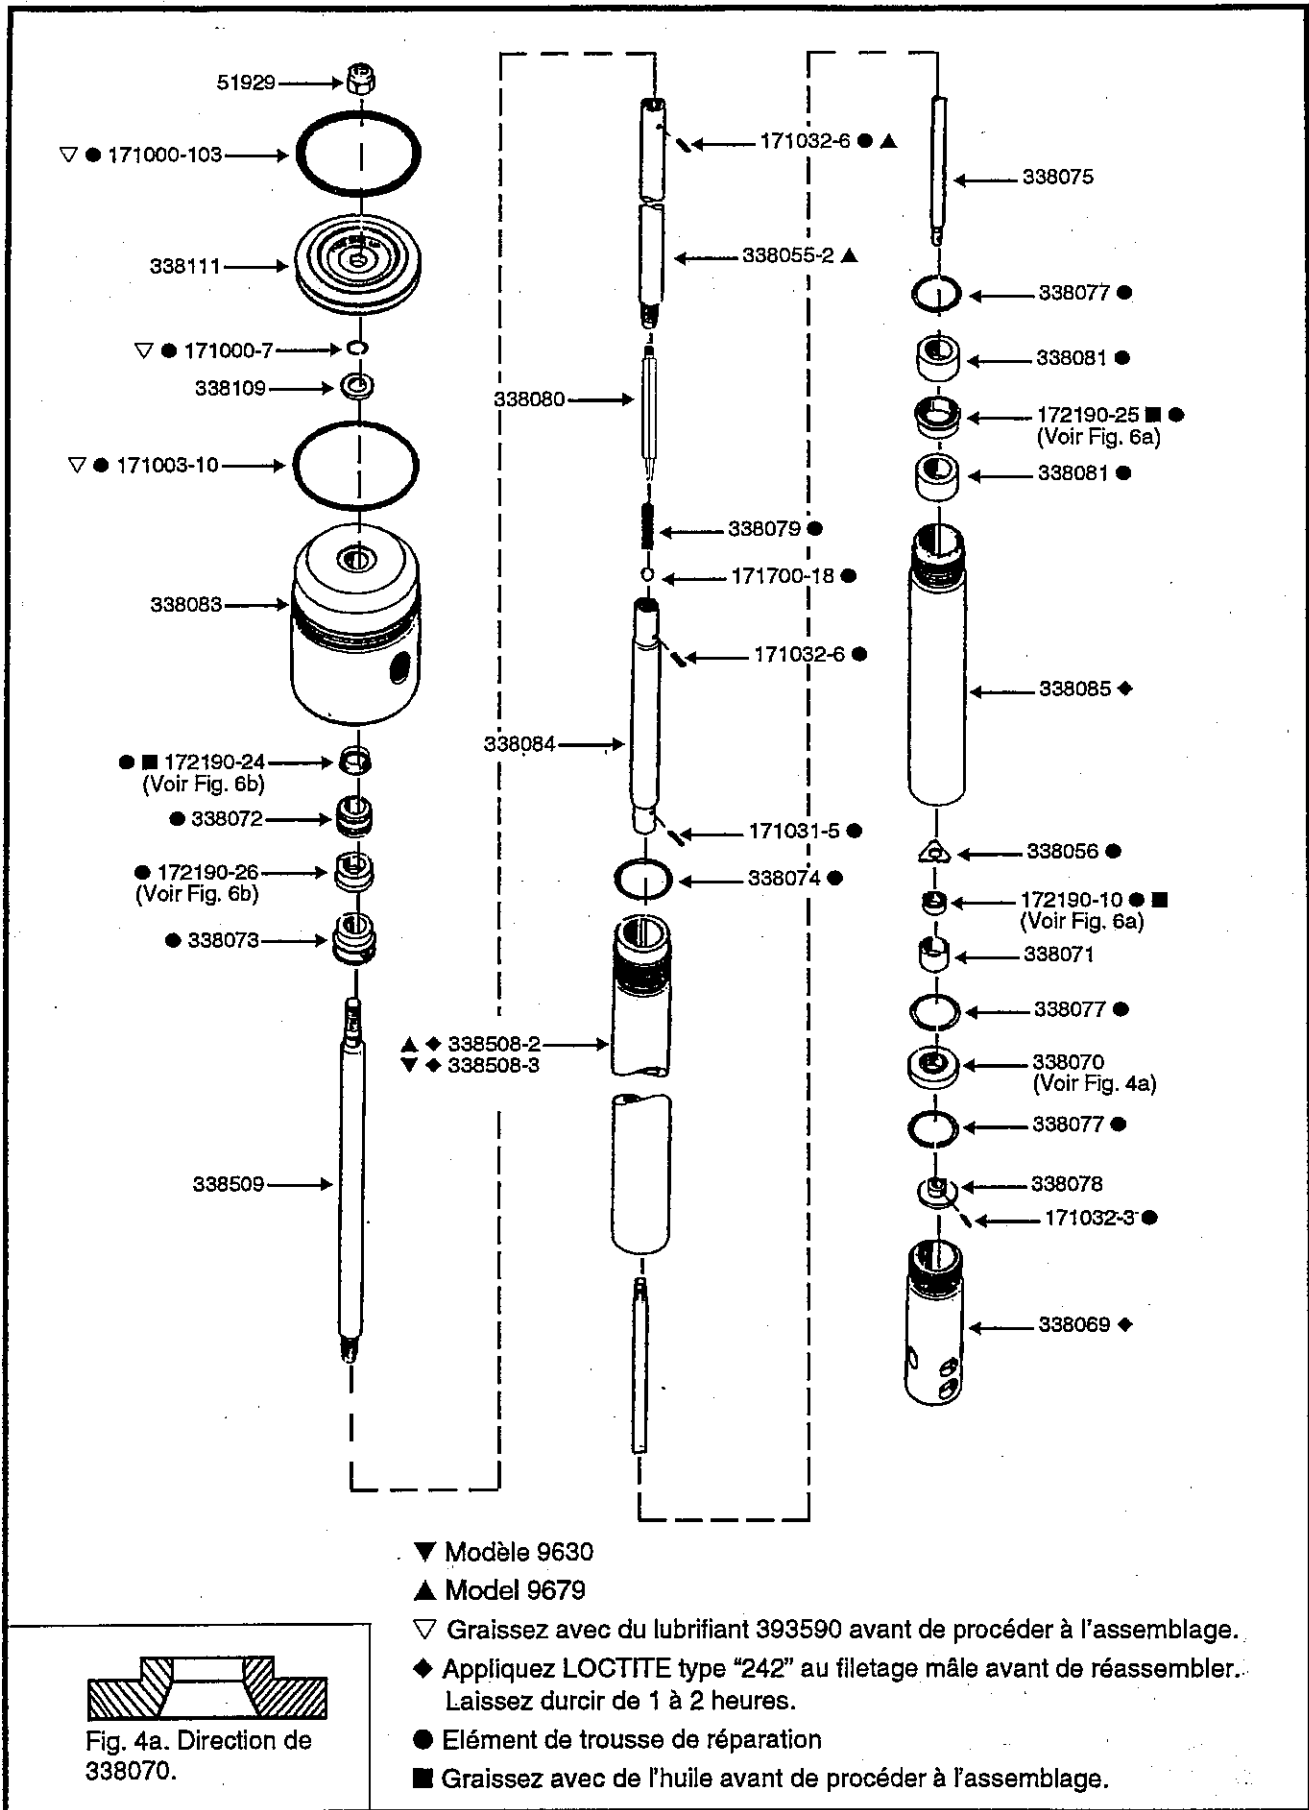

Figure 4 : Ensemble de pompe et tube
## ENTRETIEN DU TUBE DE POMPE : (Figure 4)
4. Enlevez l'écrou de blocage élastique 51929 de la tige supérieure 338107 (Figure 4).